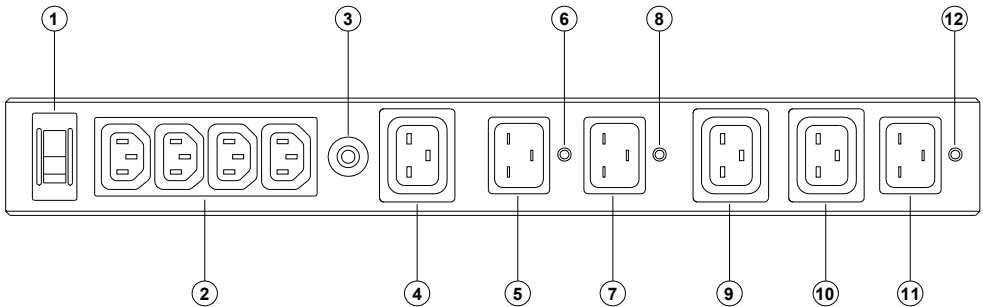

Рисунок 1 – Передняя панель модуля RBS 3K-220V
- соединить входы основного и резервного ИБП с розетками **10** и **9** (см. рисунок 1) модуля соответствующими шнурами;
- соединить выходы основного и резервного ИБП с вилками **7** и **5** (см. рисунок 1) модуля соответствующими шнурами;
- подключить сетевой шнур из комплекта поставки к вилке **11** (см. рисунок 1) модуля, а затем к розетке сети переменного тока;